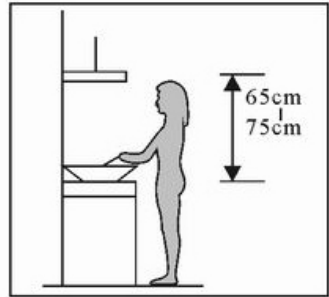

Bild 1
1. Der Abstand zwischen der Kochfläche und der untersten Kante der Dunstabzugshaube muss 65-75 cm betragen (siehe Bild 1)